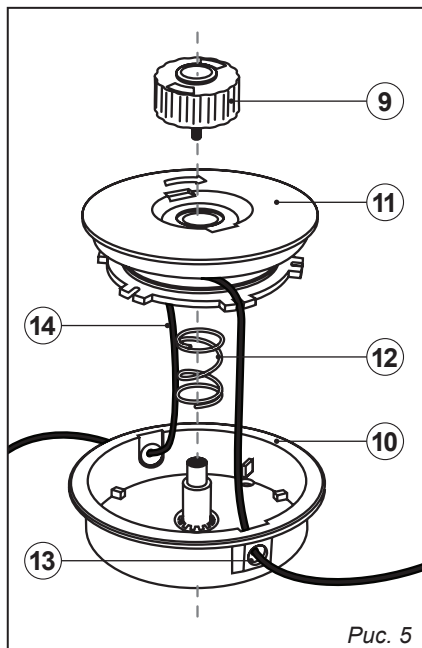

Рис. 5
6.3. Замена лески триммерной (рис. 5)